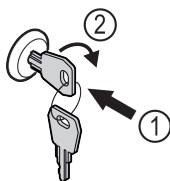

Fig. 126
- ▶ Shtyni çelësin brenda Fig. 126 (1).
- ▶ Rrotulloni çelësin me 90° në drejtimin orar Fig. 126 (2).